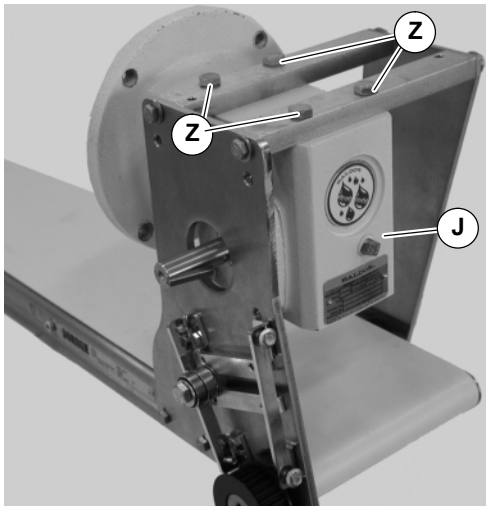

Abbildung 28
5. Vier (4) Montageschrauben des Untersetzungsgetriebes (Z siehe Abbildung 28) entfernen. Untersetzungsgetriebe entfernen (J).